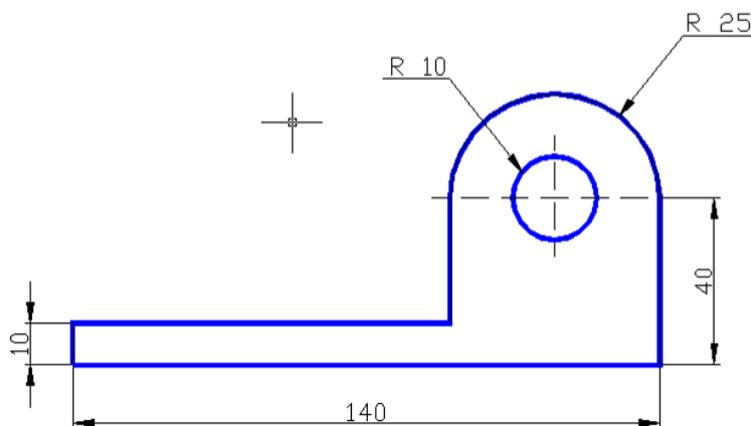

Рис.4
6. Используя навыки, полученные при выполнении предыдущих пунктов, построить чертеж по рис.4.
6.3. Построить чертеж по рис.4. Предварительно погасите все заполненные слои, сделайте текущим слой с именем "Чертеж", настройте сетку и привязку к узлам сетки с шагом 5 мм. Координата левой нижней точки чертежа 25,130.